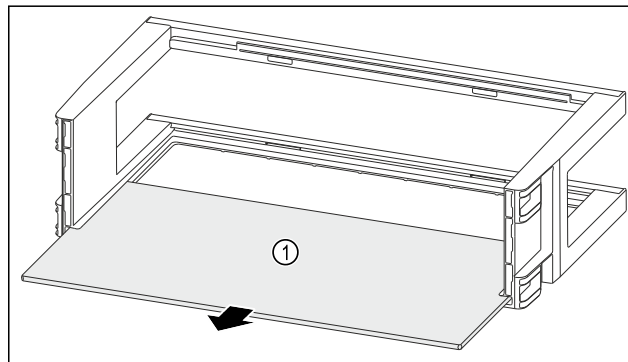

Fig. 138
- ▶ Retirer la tablette de rangement Fig. 138 (1).